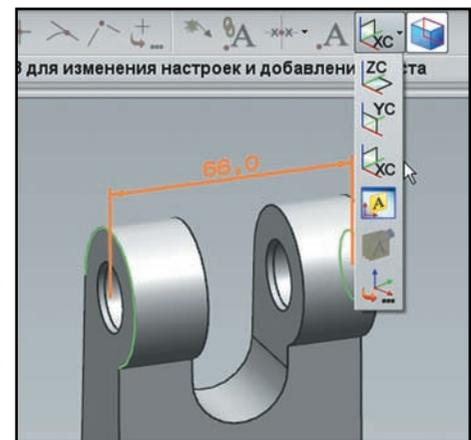

Рисунок 9.29. Задание плоскости расположения
- Двойным щелчком на размерной линии войдите в режим редактирования и на панели выбора разверните выпадающий список кнопки **Плоскость аннотации (Annotation Plane)** (рис. 9.29).